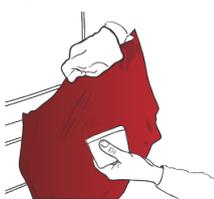

Figure 15
- › Si nécessaire, décoller, retendre le film, envelopper complètement la surface convexe et l'appliquer. (FIG. 15)